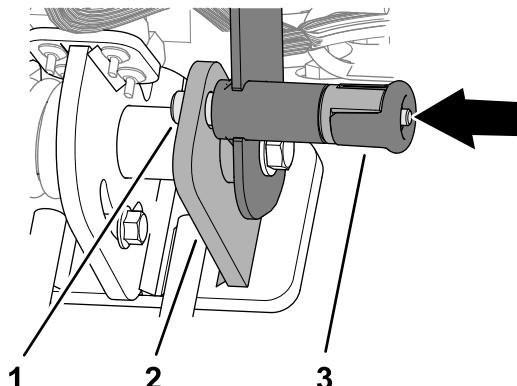

図 6
4. ハンドルバーを上に回し、ハンドルバーラッチピンで固定する **図 6**。